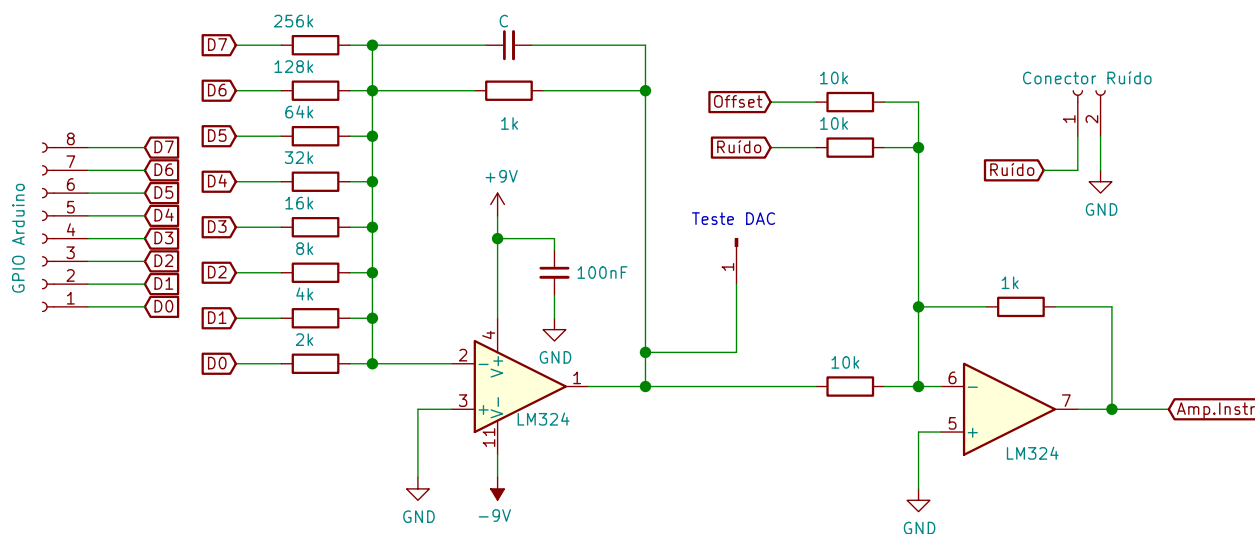

Figura 1: Circuito completo gerador de sinais.
1. Complete o circuito Conversor Digital para Analógico acrescentando o circuito atenuador somador, à direita do nó “Teste DAC”, conforme mostra o esquemático da Figura 1. Continue soldando os componentes na **placa furada padrão**.